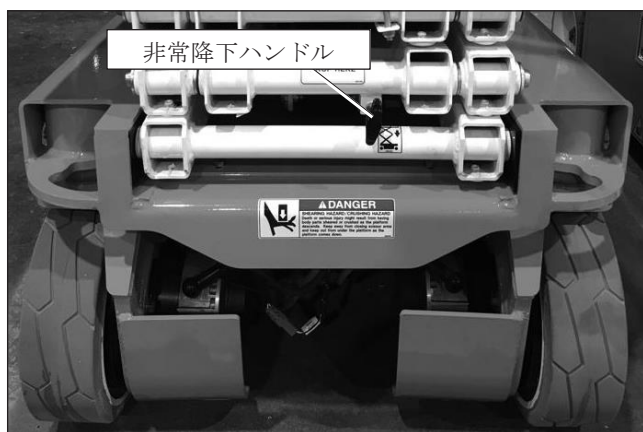

図8.11 - 本機前側
2. 高所作業車の前側にある非常降下ハンドルの位置を確認します（図8.11を参照）。